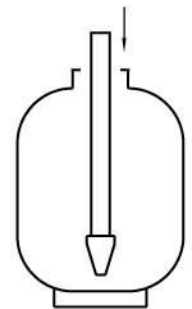

图1
1、把树脂罐平稳树立在符合安装条件的水平地面上，将粘结好下布水的中心管放入树脂罐中。(图1)